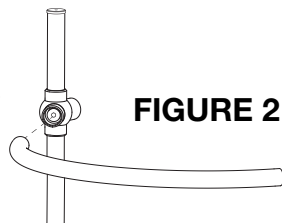

FIGURE 2
2 Glissez un bout du tuyau courbé (1) dans le trou de l'un des manchons (4E). Assurez-vous d'insérer complètement le tuyau dans le manchon. Procédez ainsi pour l'autre manchon. Vissez fermement les vis (4J) à l'aide de la clé hexagonale 3/32 po (4A) fournie. (Voir Figure 2.)